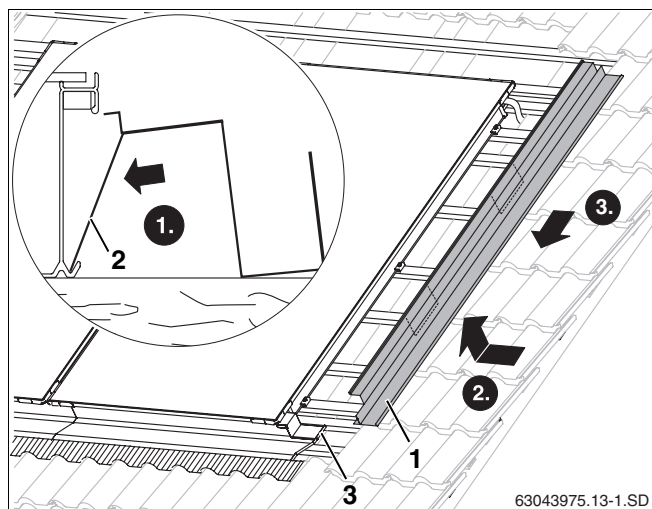

Рис. 49 Установка правого бокового накладного листа
- Нужно установить опорные листы (рис. 49, **поз. 2**) в нижнюю кромку коллектора.
- Вставить боковые накладные листы справа и слева (рис. 49, **поз. 1**) верхней кромкой в паз коллектора и задвинуть на нижний накладной лист.
- Для лучшей фиксации сжать перехлест обоих листов (рис. 49, **поз. 3**).